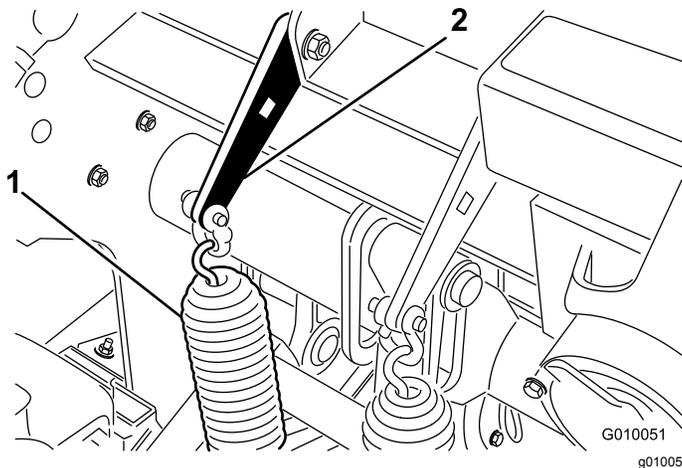

Figura 37
- Desaperte as porcas do parafuso de carroçaria que fixam os suportes da mola à cabeça de perfuração (Figura 37). Não os retire.